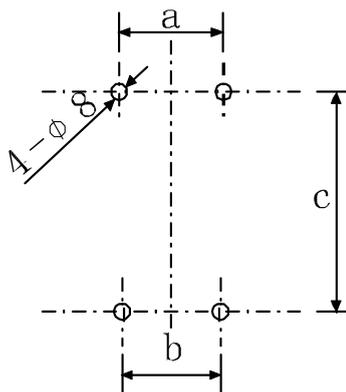

Fig. 6
1.1 Como muestra la Fig.6, confirme la posición del orificio de anclaje en la pared, utilice una broca de 8-mm y atornille las fijaciones.